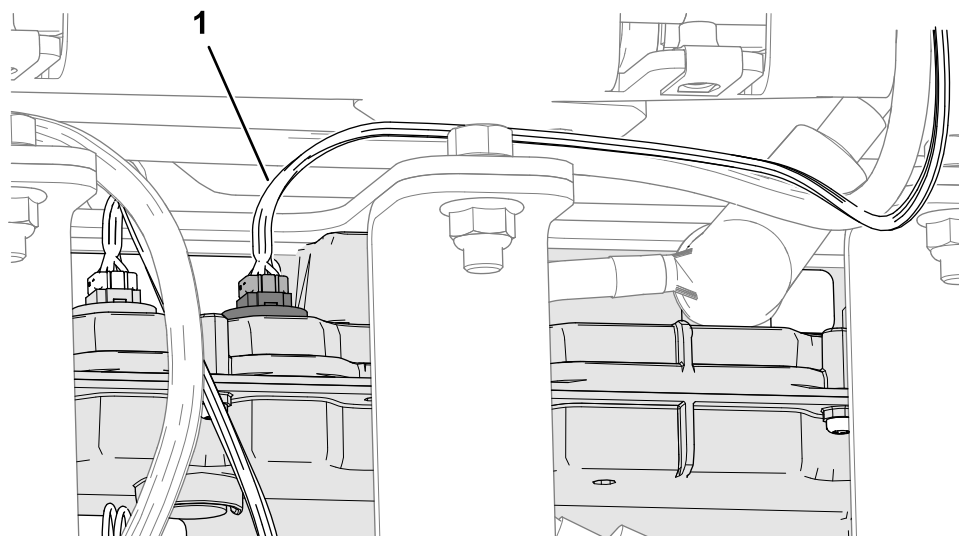

Figura 26
3. Inserite l'estremità rimanente del cablaggio preassemblato dell'interfaccia dati (63,5 cm) nella porta della batteria superiore come mostrato nella Figura 26.